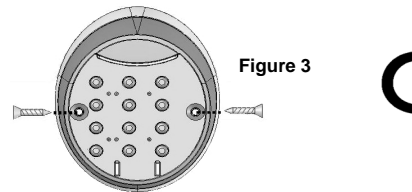
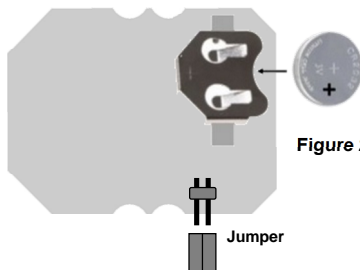

Figure 3
Figure 2
- Switch-on the keyboard inserting the supplied Jumper (Figure 2).
- Join the keyboard to the base by means of the suitable screws (Figure 3).
Remove the keyboard from the base unscrewing the two screws (Figure 3). Switch-off the keyboard disconnecting the Jumper (Figure 2). Replace the battery observing the polarities (Figure 2). Repeat the operation from point C.
- Allumer le clavier RTA2 en insérant le Jumper fourni (Figure 2).
- Appliquer le clavier à la base avec les vis spéciales (Figure 3).
Enlever le clavier de la base en dévissant les deux vis (Figure 3). Éteindre le clavier en débranchant le Jumper (Figure 2). Remplacer la pile en respectant les polarités (Figure 2). Répéter l'opération du point C.